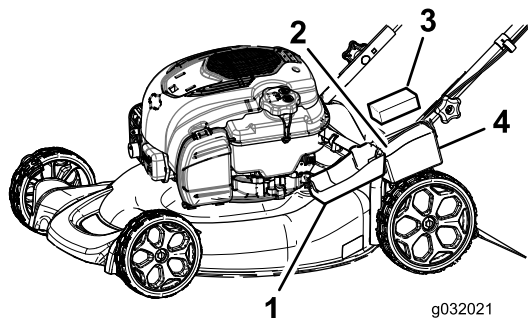

Figura 23
1. Desenganche la tapa de la batería y retírela (Figura 23).